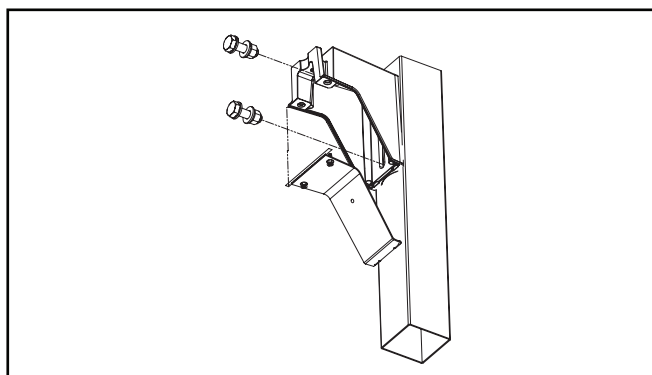

Figure 2.
2. Montez le bras sur le poteau carré ou rond à l'aide des boulons longs de 0,6 cm x 4,4 cm (1/2 po x 1 3/4 po) et des écrous fournis. Serrez les boulons à 55 N.m (40 pi-lb). (Figure 2)